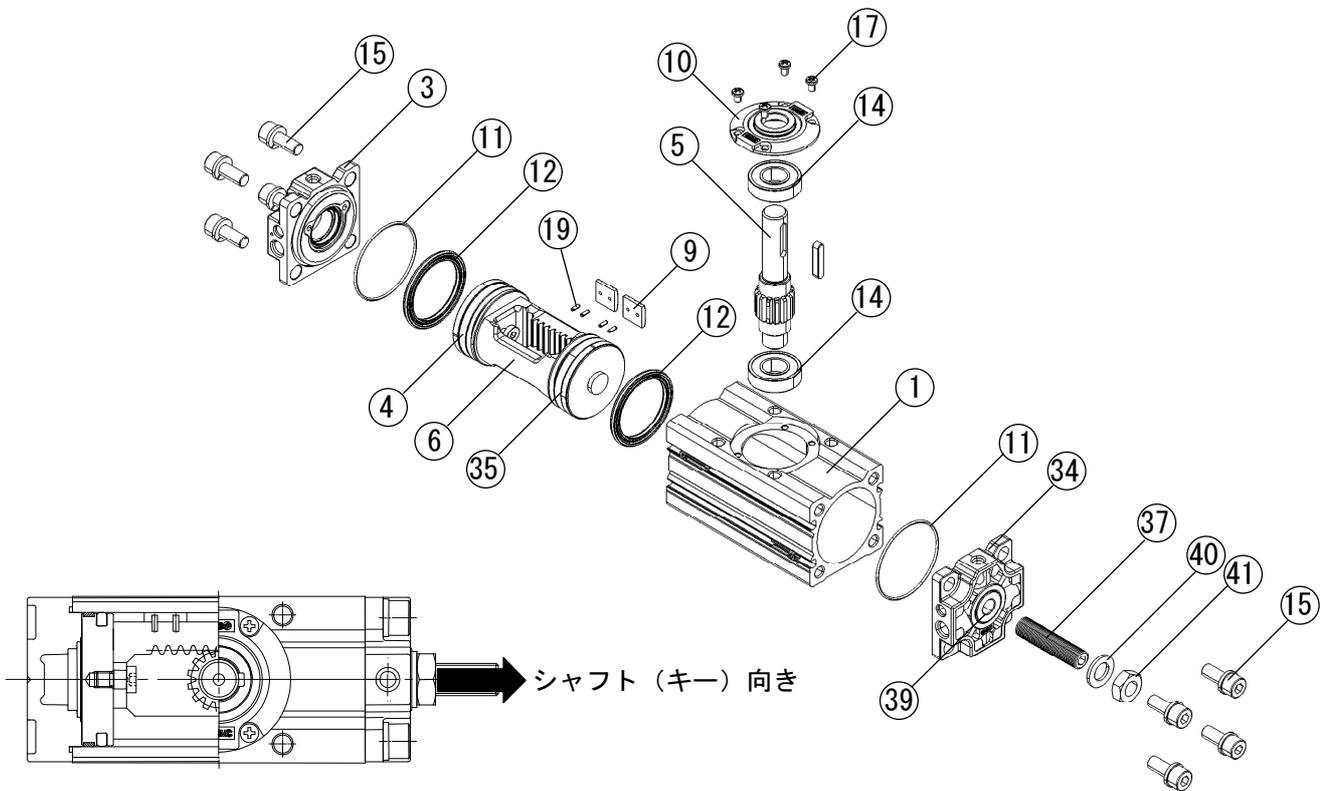

図 19 シャフトの組付方向
① 本体 (内径摺動面)	GR-S-10
④ ③⑤ ピストン (パッキン溝部)
⑨ スライダ (摺動面)
⑪ チューブガスケット
⑫ ピストンパッキン
④⑩ シールワッシャ
- (2) チューブガスケット ⑪ を左側カバー③に装着して本体①に取り付け、座金付六角穴付ボルト ⑮ で固定する。
- (3) ラック ⑥ とピストン④ ③⑤を本体に挿入し、下部ベアリング ⑭ を本体内のハウジングに装着する。このとき、ピストンパッキン ⑫ は本体ハウジング部を通過するので損傷しないよう慎重に挿入する。
- (4) ラックとピストンを左側カバー③ に当たるまで押した後、シャフト⑤を本体に挿入する。このとき、キー溝の方向は図 19 に示すように右側カバー ③④ の方向となるように組み立てる。
- (5) 上部ベアリング ⑭ とベアリング押エ ⑩ をシャフトおよび本体に装着し、十字穴付タッピンネジ ⑰ で固定する。
- (6) 六角穴付止メネジ ③⑦ にシールワッシャ ④⑩ と六角ナット ④⑪ を取り付け、右側カバーの角度調整用カラー ③⑨ に取り付ける。
- (7) チューブガスケットを右側カバーに装着して本体に取り付け、座金付六角穴付ボルトで固定する。
- (8) 組立完了後作動テストおよび外部への空気漏れについて点検する。